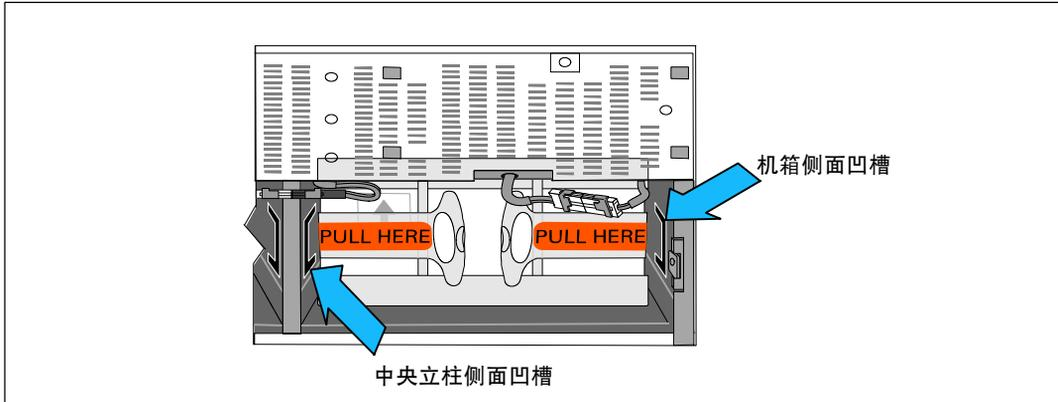

图 36. 将支架插入通道中
5 更换左侧 (L) 和右侧 (R) 电池固定支架 (见图 36) :